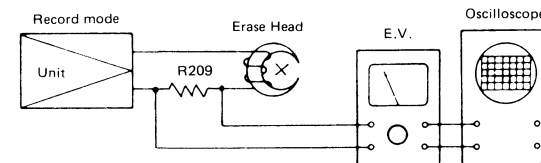

Figure 11-2
1. Connect instruments as shown in Fig. 11-2.
1. Die Instrumente gemäß Abb. 11-2 anschließen.
Gemäß Abbildung 11-2 den Anschluß des Gerätes vorgehen. Einen Schraubenzieher (verwendbar für Hochfrequenz) in die Einstellöffnung im Boden des Motors einführen, und den Stellwiderstand so einstellen, daß die Ausgangsfrequenz in einen Bereich von 2980 bis 3020 Hz auf dem Frequenzzähler gelangt.
1. Brancher les instruments comme cela est indiqué dans Fig. 11-2.
Raccorder les instruments comme le montre la figure 11-2, placer un tournevis (pour usage à haute fréquence) dans le trou du moteur et régler la résistance variable de façon à ce que la fréquence de sortie soit de 2980 à 3020 Hz sur le compteur de fréquence.